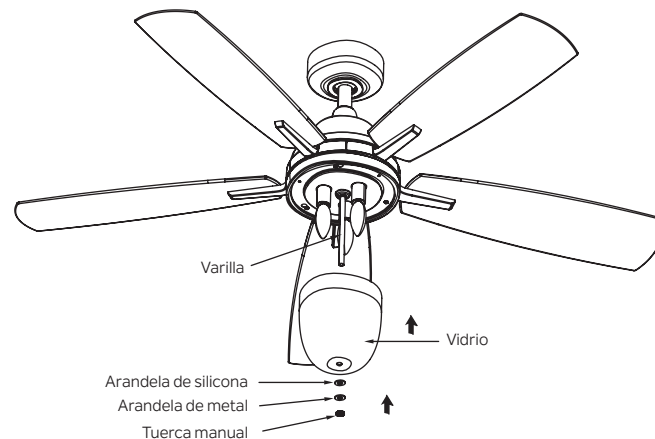

Figura 23
**Paso 4.** Sostenga el vidrio a través de la varilla, fíjelo con una arandela de silicona, una arandela de metal y una tuerca manual. (Figura 23)